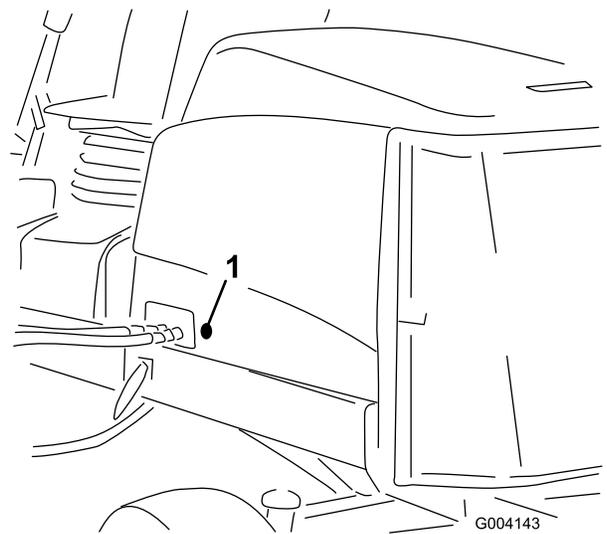

図 16
- フードの左側についているゴム製のハトメを取り外す [図 16]。